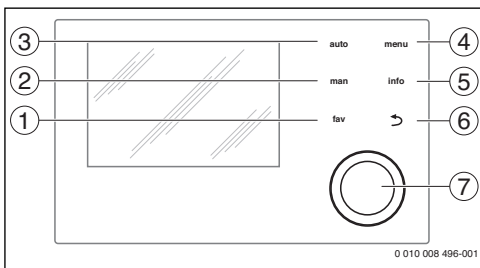

Bild 1 Bedienelemente
- Auswahlknopf (→ Bild 1, [7]) drücken und drehen, bis Lüftungszone statt Heizkreis oder Heizkreis statt Lüftungszone angezeigt wird.